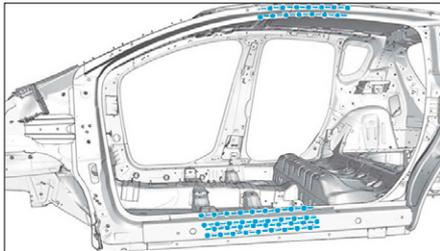

FIG. 89
- Préparer les zones d'accostage et les protéger par un apprêt soudable (Fig.89).